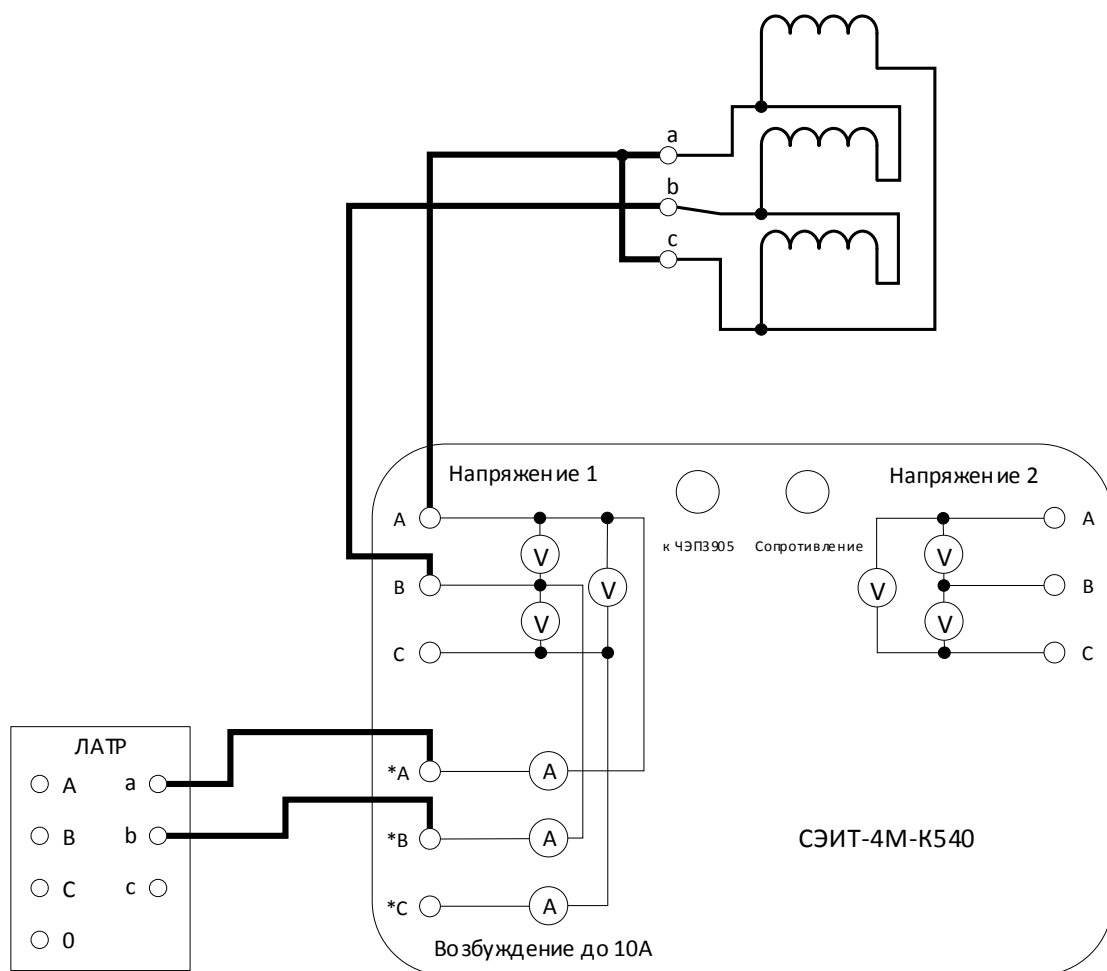

Рис. 16. Опыт холостого хода при малом напряжении для обмоток, соединенных треугольником
1) Выполняют короткое замыкание обмотки фазы А, возбуждают фазы В и С трансформатора и измеряют потери. Измерительные схемы данного опыта для схем соединения обмоток  $Y_0$  и  $\Delta$  приведены на рис. 15 и рис. 16 соответственно.